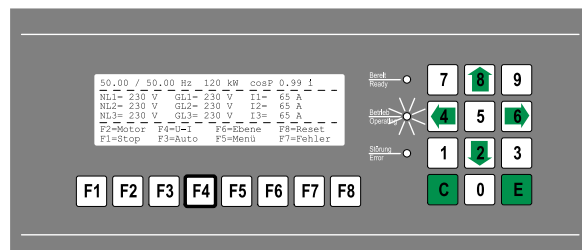

Рис. 12 Отображение значений U-I с помощью функциональной клавиши F4
- Отображение меню с помощью функциональной клавиши F4. Только для сведения! Пример: Рис. 12)